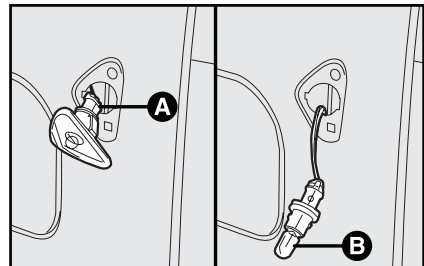

Abb. 19
- Die Lampenhalterung **A**, **Abb. 19** unter leichter Drehung herausnehmen und die Lampe **B** auswechseln.